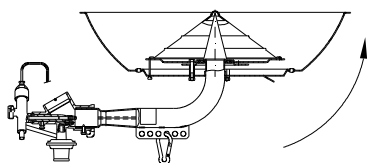

Fig. 11
- Una vez esté el aparato en la posición indicada en la Fig.11 sacudirlo ligeramente (incluso golpeando ligeramente en el codo del tubo) a fin de que el polvo se desprenda de las paredes del tubo.
- Once the system is in the position shown in Fig.11, gently shake it (including tapping lightly on the tube elbow) to ensure that the dust is freed from the tube walls.
- L'appareil se trouvant dans la position indiquée sur la Fig. 11, secouer celui-ci légèrement (et même en le frappant légèrement sur le coude du tube) afin de décoller la poussière des parois du tuyau.